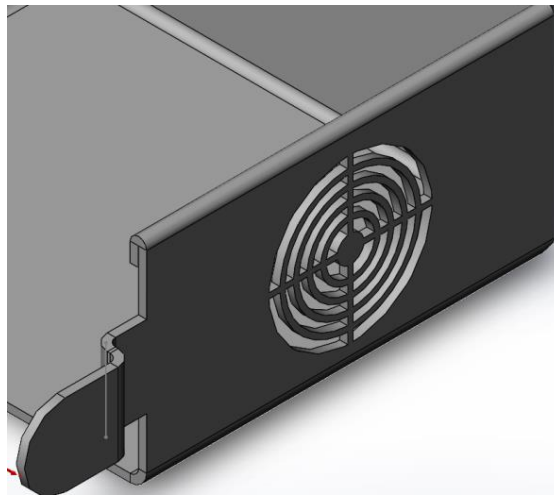

Рисунок 5.19 – Вентиляційний отвір
8. Для завершення операції необхідно натиснути  (рис. 5.19).